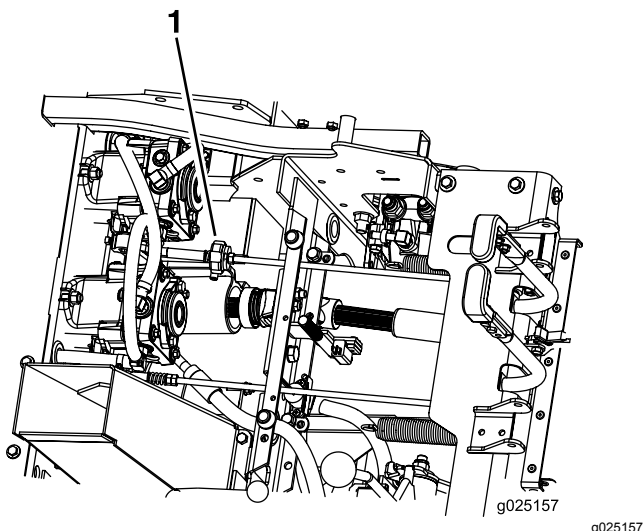

Figure 41
6. Vérifiez que la machine ne se déplace pas au point mort quand le frein de stationnement est desserré (Figure 41).